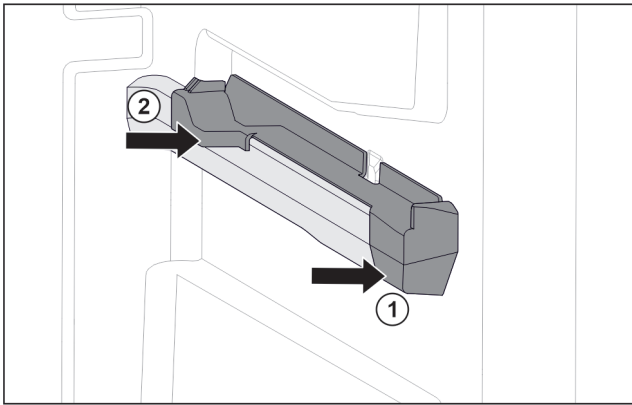

Fig. 115 Aufsteckteil auf der rechten Behälterrippe
- ▶ Aufsteckteil vorne an Behälterrippe ansetzen. Fig. 115 (1)
- ▶ Aufsteckteil hinten andrücken. Fig. 115 (2)